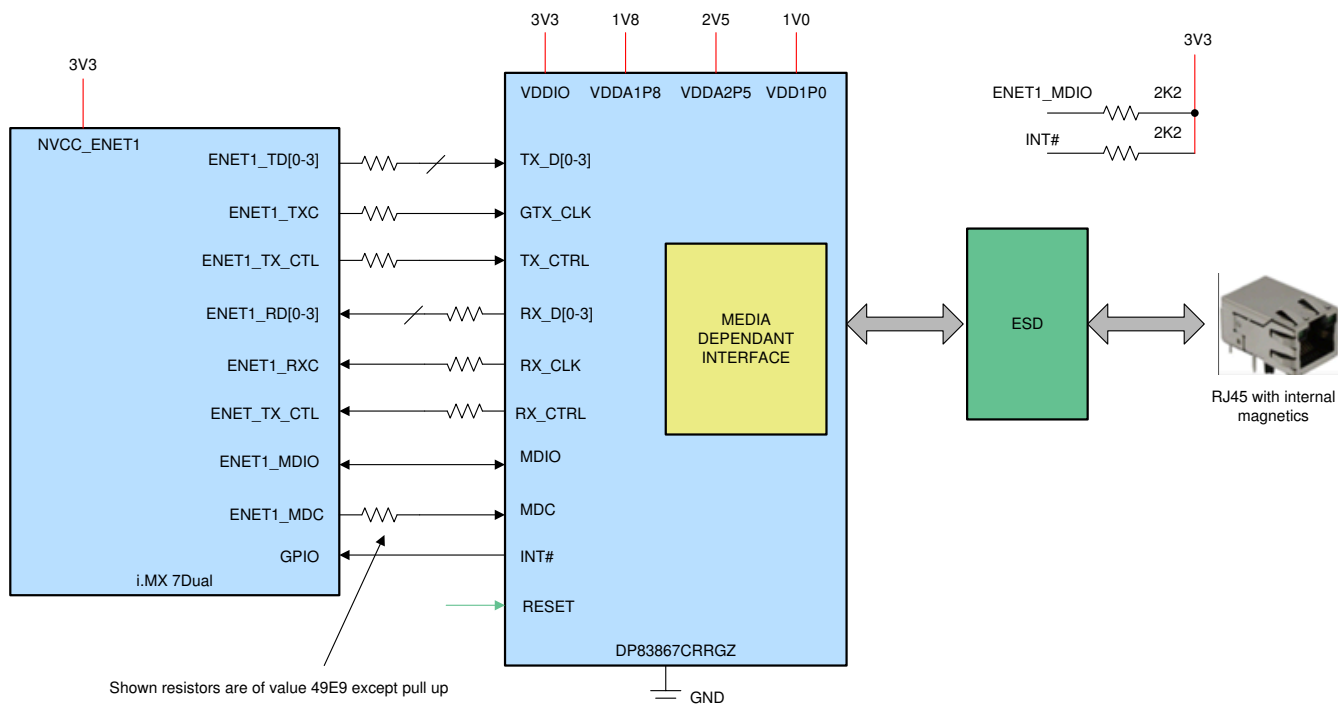

図 2-14. DP83867CR PHY とのイーサネット インターフェイス
i.MX 7Dual プロセッサは、デュアル イーサネット PHY インターフェイスをサポートしていますが、この設計ではギガビット イーサネットを 1 つだけ使用しています。このリファレンス デザインで使用されている 1000Base-T PHY は DP83867CR デバイスです。プロセッサとのインターフェイスは RGMII を経由し、MDC/MDIO も接続して PHY を管理します。MDI を Cat5e ケーブルに接続するために、Pulse Electronics 製の内部磁気素子を備えた RJ45 を使用しました。図 2-14 にイーサネット インターフェイス接続を示します。